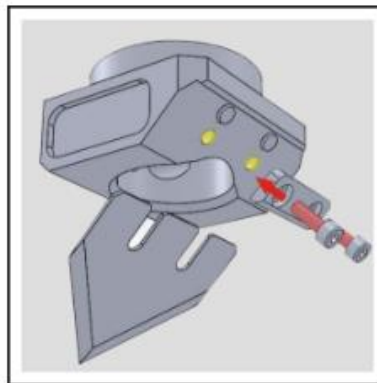

Рис. 20
- Вставьте два винта M4x8 в отверстия накладки (Рис. 20) и прикрутите ее к держателю. Лезвие установлено.